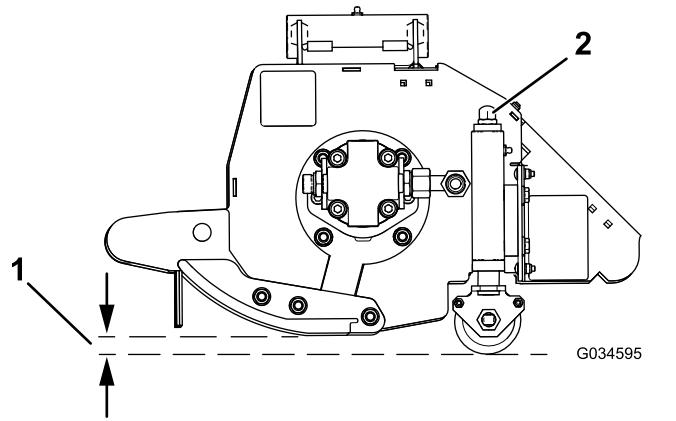

Figure 31
2. Tournez l'écrou de réglage aux deux extrémités dans le sens horaire pour réduire la hauteur de coupe ou dans le sens antihoraire pour augmenter la hauteur de coupe (Figure 31).